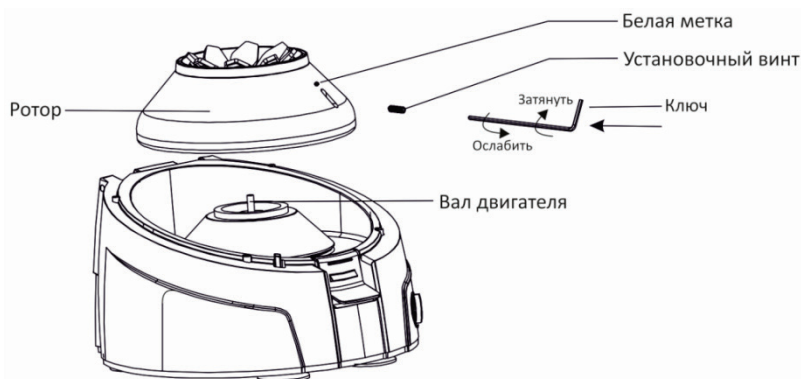

Рисунок 3 - Замена ротора
- 9.1. Вставьте шестигранный ключ в головку установочного винта сквозь прорезь в роторе, расположенную под белой меткой (Рисунок 3).